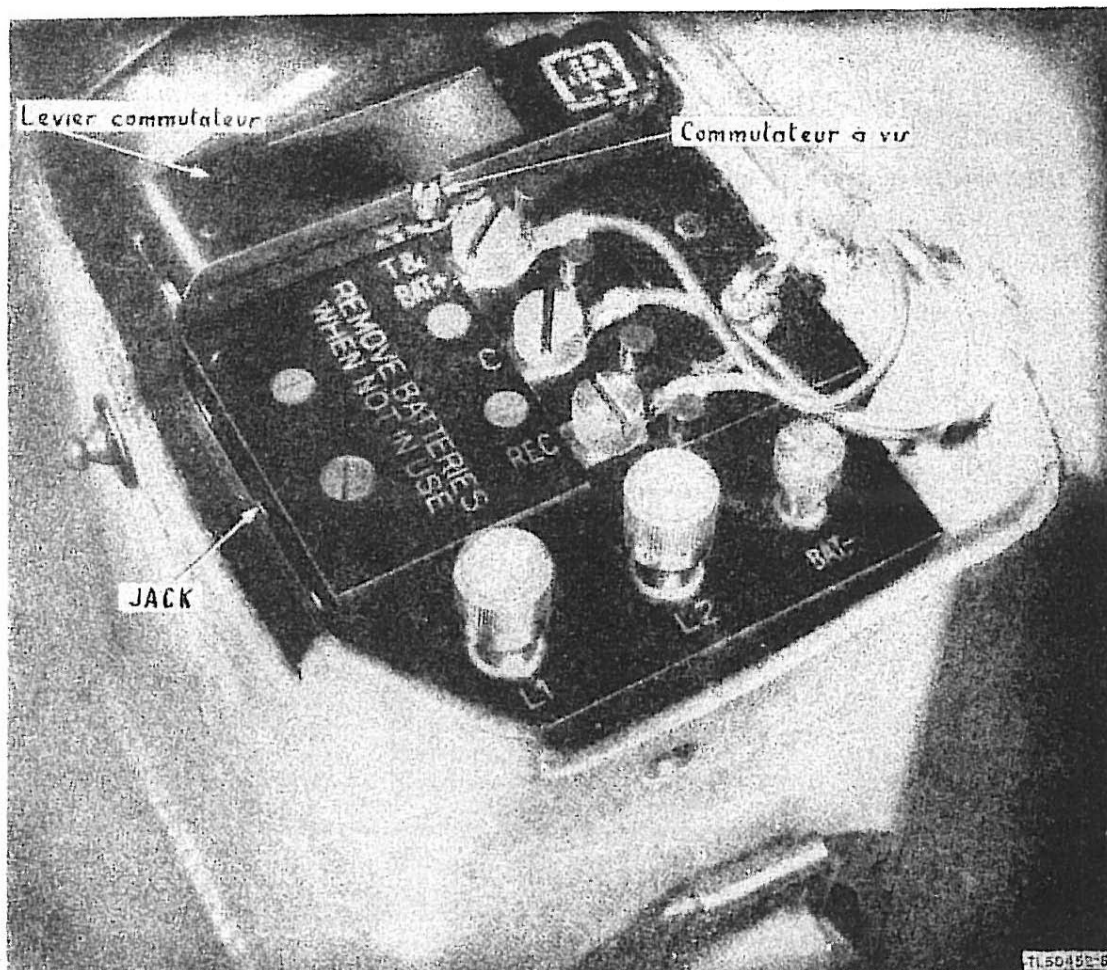

Figure 5. Appareil EE-8-A vu de dessus, sacoche ouverte.
(1) *Bloc à bornes.* Le bloc à bornes (fig. 5) forme le dessus du boîtier sur lequel sont montés :